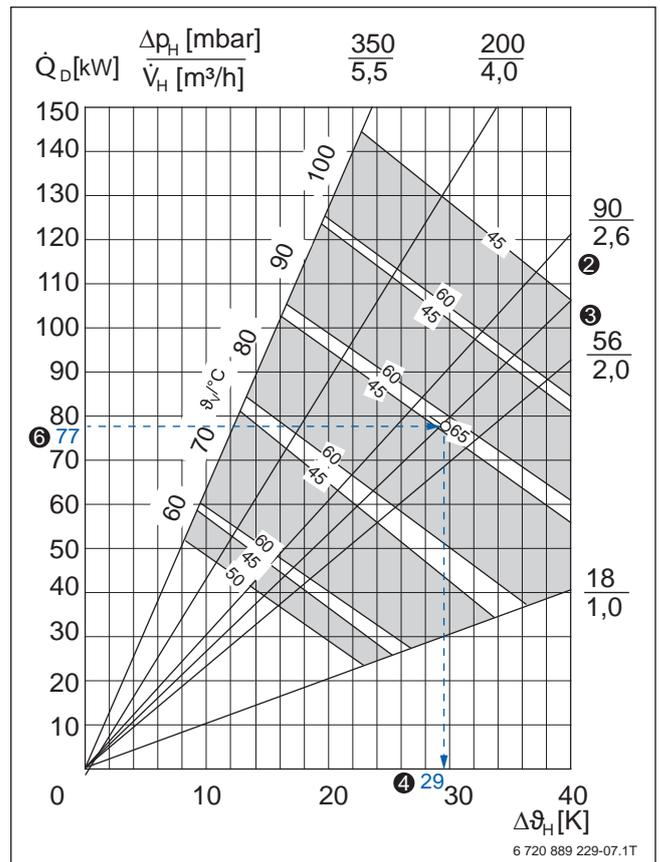

Bild 38 Warmwasser-Dauerleistung Logalux SU750.5; Beispiel blau hervorgehoben (Abhängige Größen → Bild 35, Seite 52, Vorlage → Bild 71, Seite 96)
Im Dauerleistungsdiagramm → Bild 71, Seite 96 ist bei der vorgegebenen Heizwasser-Vorlauftemperatur von 90 °C eine Hilfslinie für eine Warmwassertemperatur von 65 °C einzuzeichnen (Beispiel → Bild 38). Aus dem Dauerleistungsdiagramm ist jedoch nur die zugehörige heizwasserseitige Temperaturdifferenz $\Delta\vartheta_H = 29$ K ❹ eindeutig ablesbar.